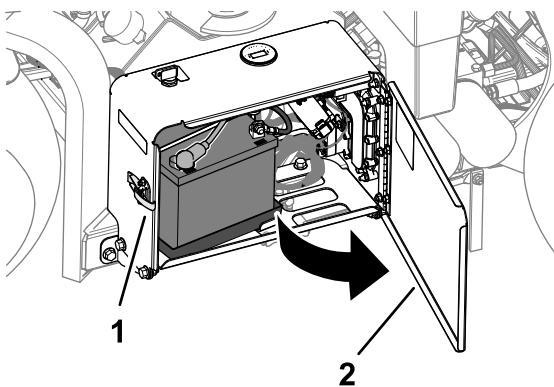

Figura 169
1. Desenganche y abra la puerta del compartimiento de la batería (Figura 169).